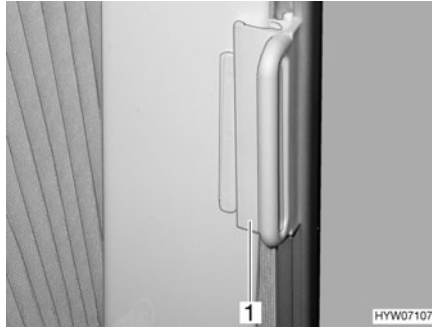

Fig. 22 Dispositif de verrouillage pour dispositif occultant plissé pour la fenêtre côté conducteur/passager
- Pousser sur la pièce de fixation les dispositifs occultants plissés pour les fenêtres côté conducteur et côté passager avec la poignée (Fig. 22,1). Le dispositif occultant plissé est bloqué.